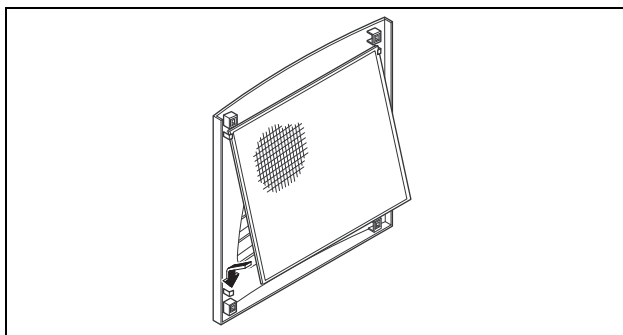

Рис. 31: Установка фильтрующей прокладки
- Поместите фильтрующую прокладку, как показано на рис. 31, во внутрь решетки и установите ее обратно на корпус.